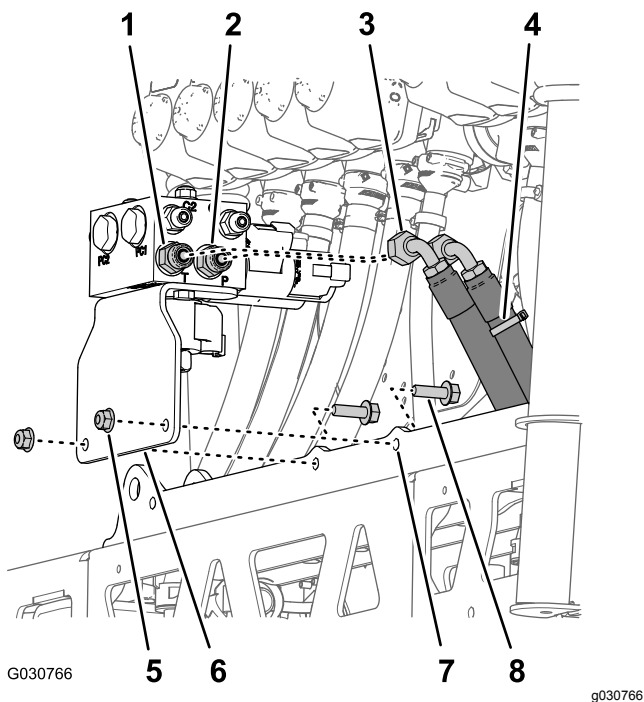

Bild 127
1. Fluchten Sie die Löcher in der Stützhalterung für den Auslegerhubverteiler, den Sie in Schritt 3 in Entfernen des Hubzylinderverteilers und der Stützhalterung \(Seite 39\) entfernt haben, mit der Zylinderbefestigung des neuen mittleren Auslegerabschnitts aus (Bild 127).
in Schritt 3 in Bild 127 entfernt haben, an der Zylinderbefestigung (Entfernen des Hubzylinderverteilers und der Stützhalterung \(Seite 39\)).
4. Befestigen Sie den Hydraulikdruckschlauch (mit einem Kabelbinder markiert) am Anschluss P des Auslegerhubverteilers (Bild 127).
5. Befestigen Sie den Hydraulikrückschlauch am Anschluss T des Auslegerhubverteilers (Bild 127).